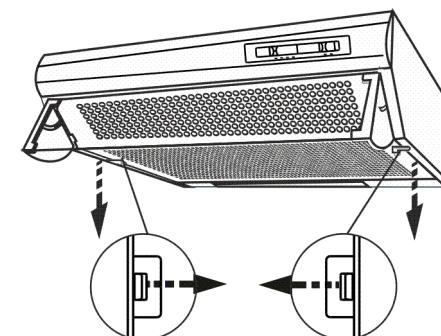

рис. 4
- откройте решетку смеcтив зажимы по направлению стрелок (рис.4);
- откройте решетку (рис.4);